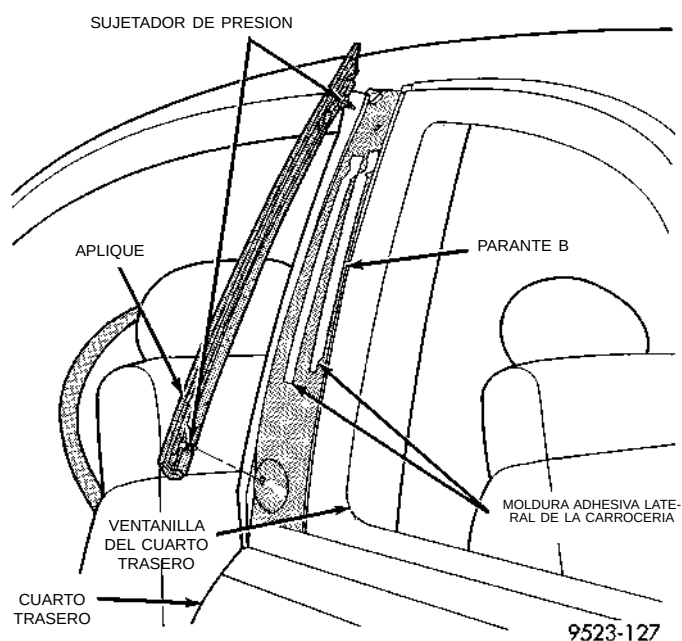

Fig. 42 Aplique del parante B
- (1) Con una varilla tapizada C-4755, haga palanca en la parte inferior del aplique para extraerlo del parante B.
- (2) Desacople el sujetador de presión que fija la parte inferior del aplique al parante B.
- (3) Separe el aplique de la moldura adhesiva lateral de la carrocería, en la parte posterior del aplique (Fig. 42).
- (4) Desacople el sujetador de presión que fija la parte superior del aplique al parante B.
- (5) Separe el aplique del vehículo.